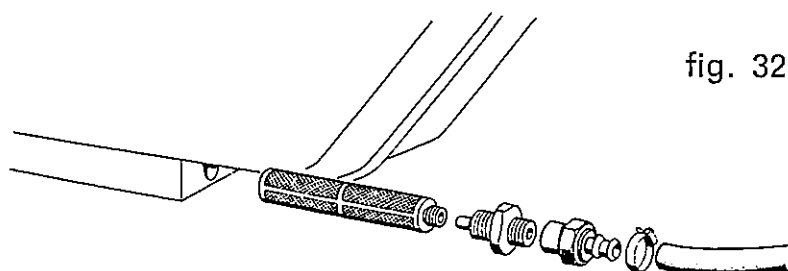

fig. 32
- 1°) **Filtro di naylor** nella tazza inferiore del serbatoio destro. Per accedervi si smonta il pannello del serbatoio e si svita il tappo di fig. 32.